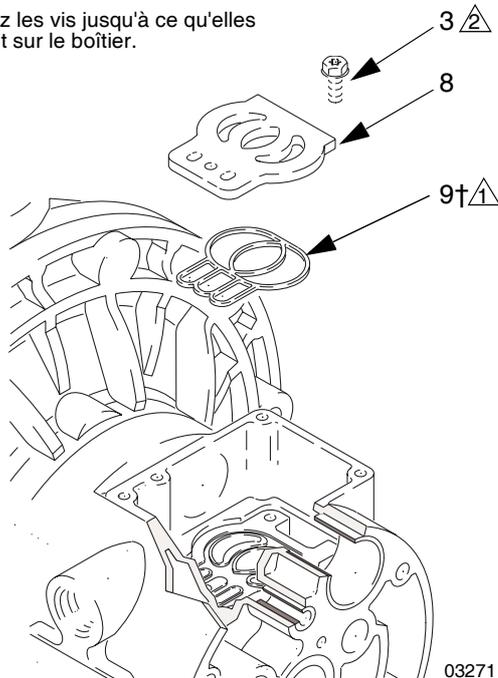

FIG. 10
5. Vérifiez la plaque (8) de vanne en place. Si elle est endommagée, utilisez un tournevis Torx (T20) ou une clé à douille de 7 mm (9/32 po.) pour retirer les trois vis (3). Retirez la plaque (8) et le joint (9) de vanne. Voir FIG. 10.
2. Insérez le joint (9†) de la plaque de vanne dans la rainure située au fond de la cavité de la vanne d'air. La partie arrondie du joint doit être **orientée vers le bas** dans la rainure. Voir FIG. 10.
3. Installez la plaque de vanne (8) dans la cavité. La plaque est réversible, de sorte que les deux faces peuvent être tournées vers le haut. Installez les trois vis (3) en utilisant un tournevis Torx (T20) ou une clé à douille de 7 mm (9/32 po.). Serrez jusqu'à ce que les vis butent sur le boîtier. Voir FIG. 10.
10. Alignez le joint (4†) et le capot (2) de la vanne avec les six orifices du boîtier central (1). Fixez avec six vis (3), à l'aide d'un tournevis Torx (T20) ou d'une clé à douille de 7 mm (9/32 po.). Serrez à un couple de 5,6 à 6,8 N•m (50 à 60 po-lb). Voir FIG. 10.